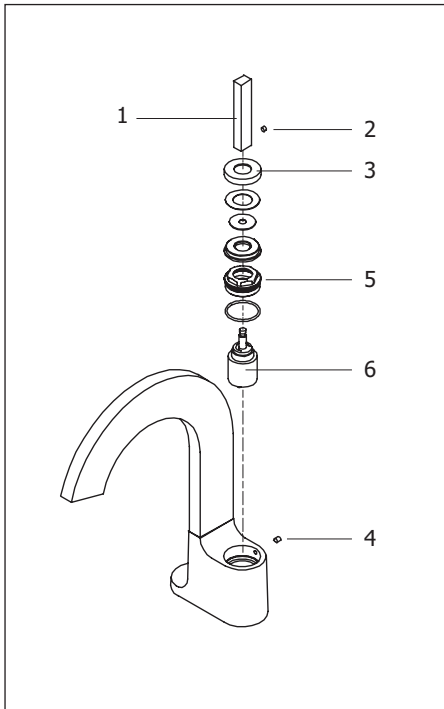

Fig.4
Afterwards, remove the dome cap (3) by removing the set screw (4) and unscrew the retainer ring (5). Replace with new cartridge and reassemble by reversing steps. Fig.4.
Démonter ensuite le capuchon en dôme (3) en retirant d'abord la vis de retenue (4). Dévissez ensuite l'anneau de retenue (5). Remplacer la cartouche avec la nouvelle, puis inverser les étapes pour le réassemblage. Fig.4.